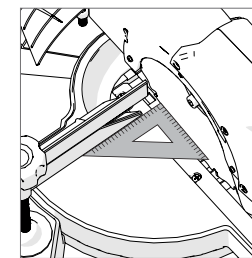

図18
- ・ 三角定規(あるいは曲尺など)をガイドフェンス面とブレード面にあてて精度を点検します。(図18)